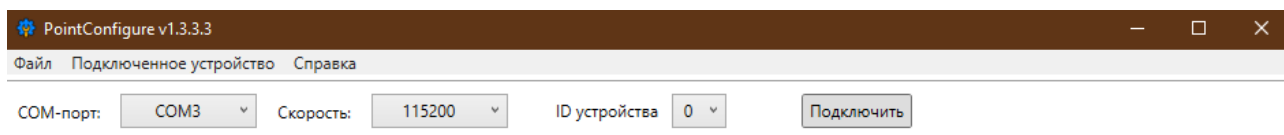

Рисунок 5.1 Подключение базовой станции к компьютеру.
- 5.3. Для подключения к устройству выберите номер виртуального COM-порта, к которому подсоединен адаптер, установите скорость равную 115200 бод и ID устройства (по умолчанию равный 0) и нажмите кнопку «Подключить» (Рисунок 5.1).